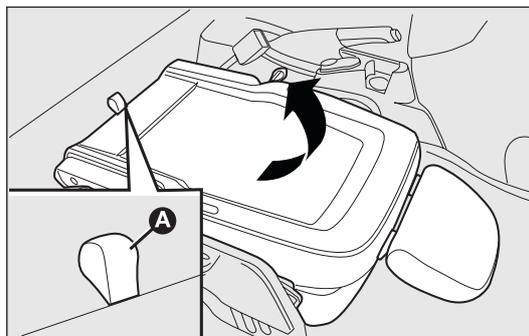

fig. 25
- ❑ impugnare la linguetta A-fig. 25 e sollevare lo schienale verso l'alto;